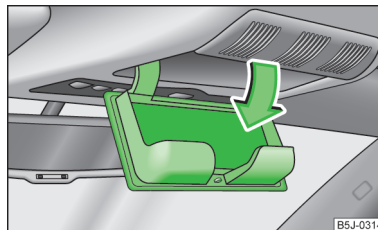

Fig. 71
► Presionar la tapa del compartimento para las gafas en la zona de la moldura; éste se abrirá hacia abajo » fig. 71.